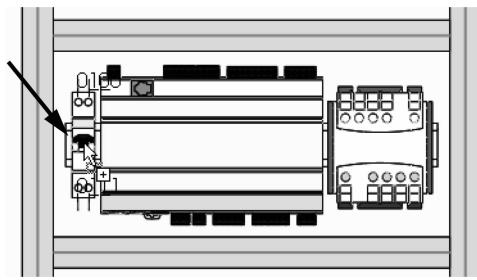

图 13-3 插入创建的设备
**步骤5 插入创建的设备 展开设备【=F1-Q2】，右击型号【006468】，选择【插入】。单击导轨上的设备位置，如下图 13-3 所示。**